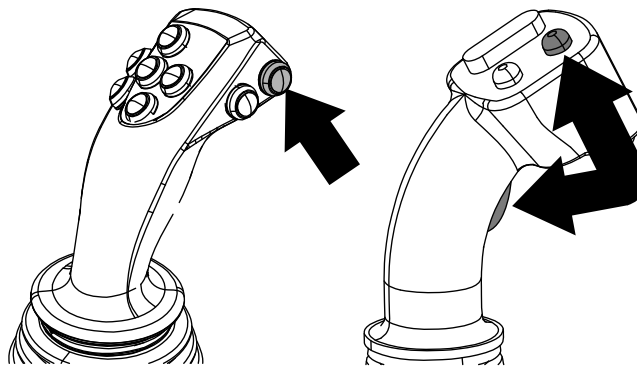

Figura 6
Pulse el botón de crucero del joystick (Figura 6) o pulse el botón 4 de la pantalla de Inicio para acceder a la pantalla del modo de modo de crucero.
2. Mantenga los joysticks en la posición activa para obtener la cantidad de empuje y la velocidad de rotación deseadas, y pulse el botón de crucero del joystick (Figura 6).